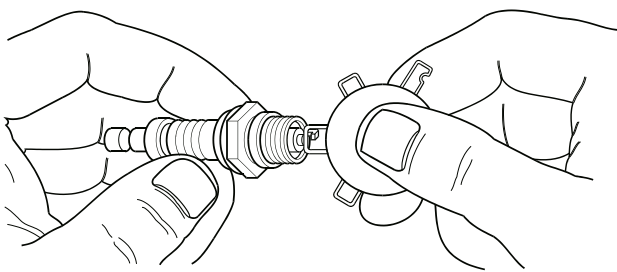

Рисунок 7 – Установка свечи
3. Установите зазор в новой свече равным 0.76 мм. Установите ее в «голову» цилиндра (Рис. 7).
- Снимите защитный экран воздушного фильтра и вытащите фильтр (Рис. 7).